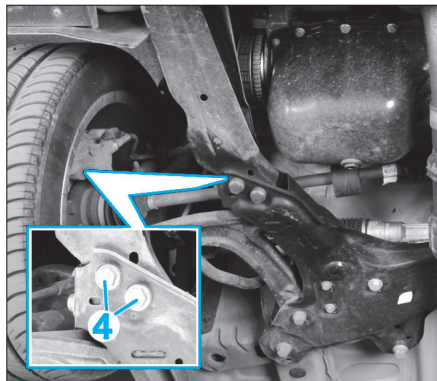

Fig. 3
- Sous le véhicule, déposer les vis (4) (Fig.3).